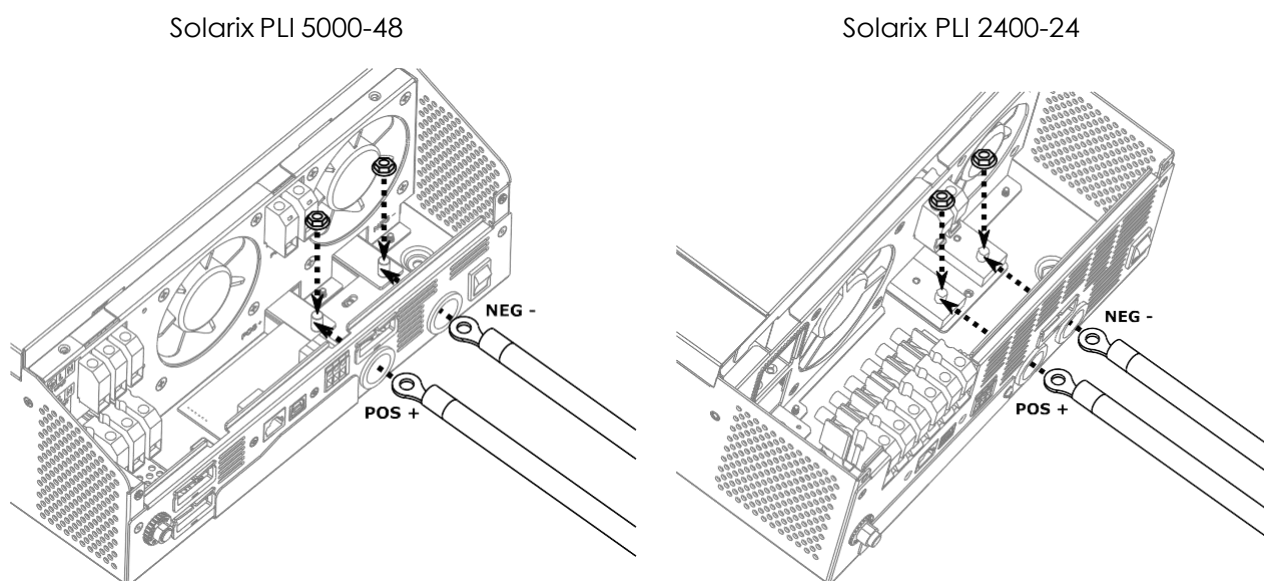

Figura 6: Conexión del cable de las baterías
8. Inserte el terminal de anillo del cable de la batería de manera plana en los tornillos del conector de la batería del inversor, luego apriete las tuercas M6 con un par de 2 - 3 Nm (consulte la Figura 6). Asegúrese que la polaridad tanto en la batería como en el inversor sea la correcta y que los terminales de anillo estén bien atornillados a los terminales de la batería, asegurando una buena conexión eléctrica.